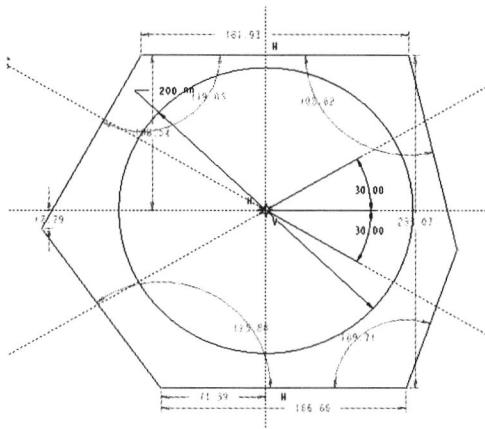

图 1-11 添加水平约束
**Step3** 单击“草绘器工具”工具栏“约束”面板中的“水平”按钮 $\pm$ ，然后选择直线 1 和直线 4，为其添加水平约束，如图 1-11 所示。